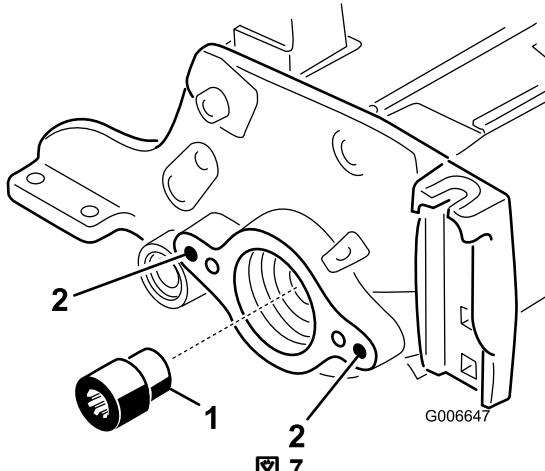

図7
12. リール駆動シャフトツールを使って、リールシャフトのリールモータ側の端部からスライン付きインサートを取り外す図7。モデル03665および03666にはツールTOR4112を使用する。モデル03685および03686にはツールTOR4074を使用する。スライン付きインサートが入っていたところのネジ部についているグリスをきれいにふき取ること。
13. リールシャフトに新しい長いスライン付きインサートを取り付ける図7。インサートを取り付ける前に、ネジ山部分にロクタイト青を塗りつける。8595 in-lb 11.512.8 kg.mにトルク締めする。
15. 3/8-16タップを使って、左右のサイドプレートの取り付け穴の内壁のペイントを除去する。図7。